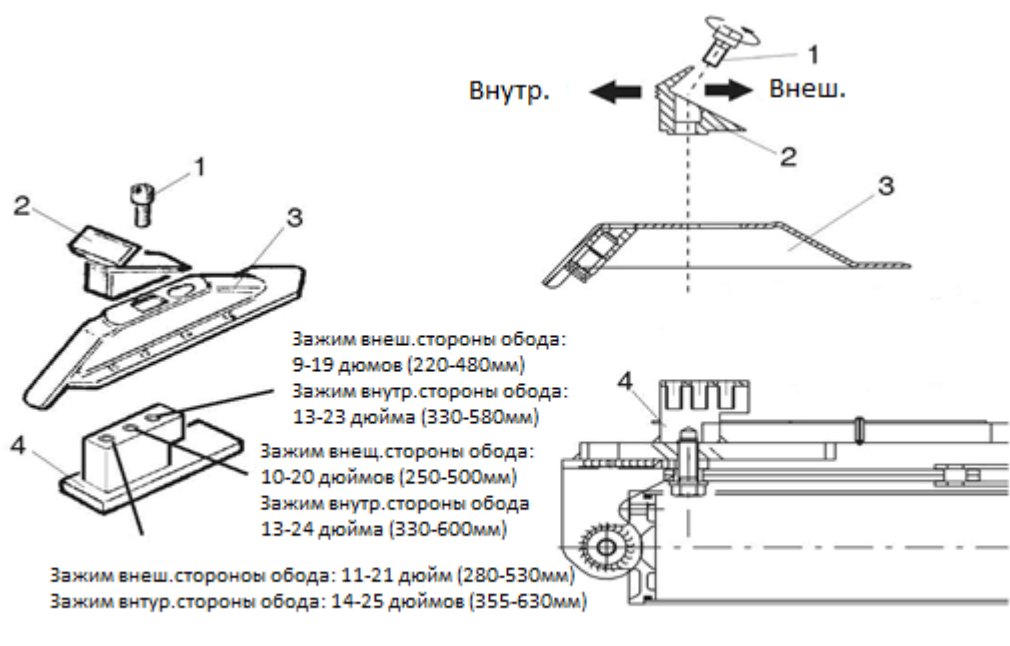

Рис.6
- Прижмите шину к резиновому упору (9) с правой стороны станка.
- Прижмите полотно бортоотжимателя ближе к краю обода на 1 см (рис. 6). Полотно бортоотжимателя должно располагаться на шине, а не на ободу.
- Нажмите на педаль (11), сработает прижимное устройство. Отпустите педаль, когда бортоотжиматель завершит работу и обод будет снят.